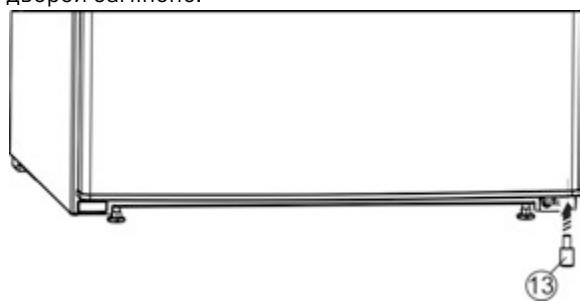

Fig. 27 \*
- ▶ Знову вставте розпірку Fig. 27 (13) у дверцята внизу справа, оскільки вона потрібна для забезпечення стійкості пристрою.\*